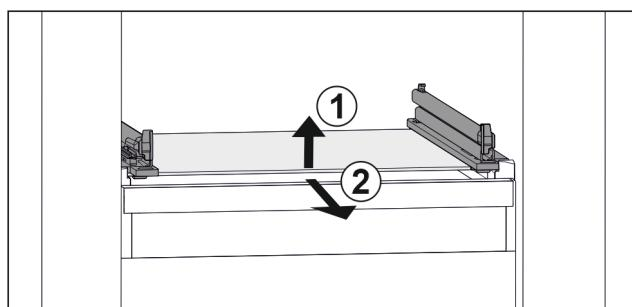

Fig. 46 Reprezentare exemplificativă a plăcii de sticlă
- Ridicați placa de sticlă din față. Fig. 46 (1)
- Extragăti placa de sticlă spre înainte. Fig. 46 (2)